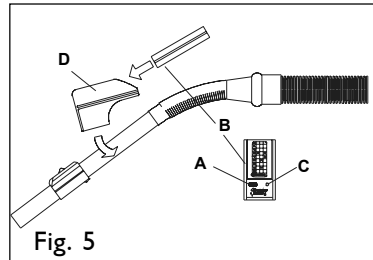

Fig. 5
PM RC-seriens centralenheter startas och stoppas med radiosändaren i handtaget (fig. 5). Dammsugaren startas genom att under ca en sekund trycka på knappen (A), varvid den röda lampan (C) lyser under tiden man trycker. Dammsugaren stannar när knappen åter trycks ned under ca en sekund. Minst ca fem sekunder måste få förflyta mellan start och stopp.
- Tryck två gånger på knapp A på sändarenheten, se fig. 5 (med ca 5 sekunders paus mellan tryckningarna).